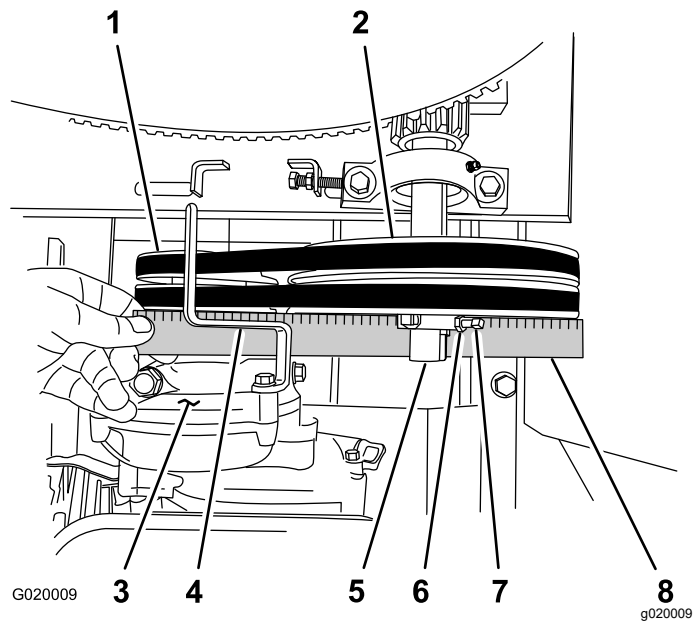

Figure 66
- E. Au besoin, faites pivoter le moteur sur le plancher moteur jusqu'à ce que la poulie de moteur et la poulie de tension soient alignées sur la règle droite (Figure 66).